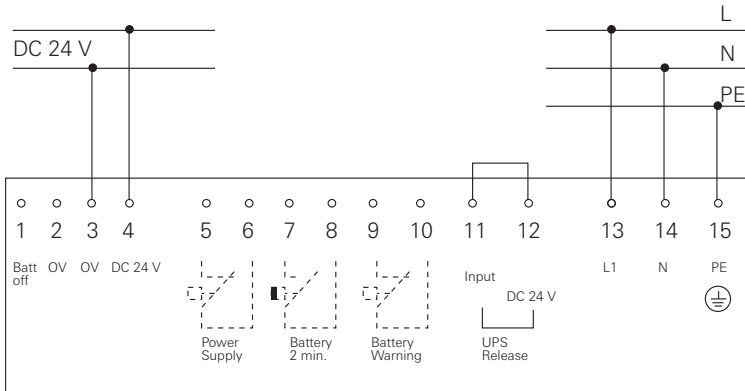

Bild 2: Anschlussplan
- Netzgleichrichter gemäß Anschlussplan anschließen (siehe Bild 2).